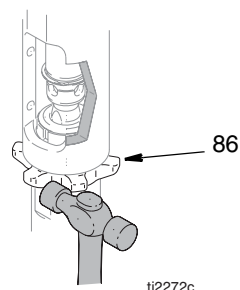

FIG. 9
5. (Fig. 9) Afloje la contratuerca (86). Desenrosque la bomba (111).